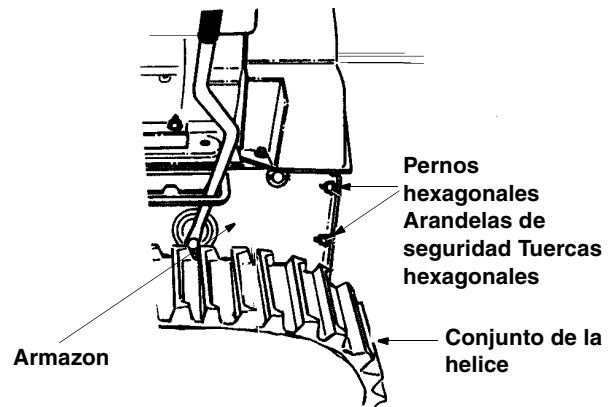

Figura 25
- Extraiga los seis pernos hexagonales, arandelas de seguridad y tuercas hexagonales que fijan el conjunto del armazón de la hélice al armazón. Vea la Figura 25.